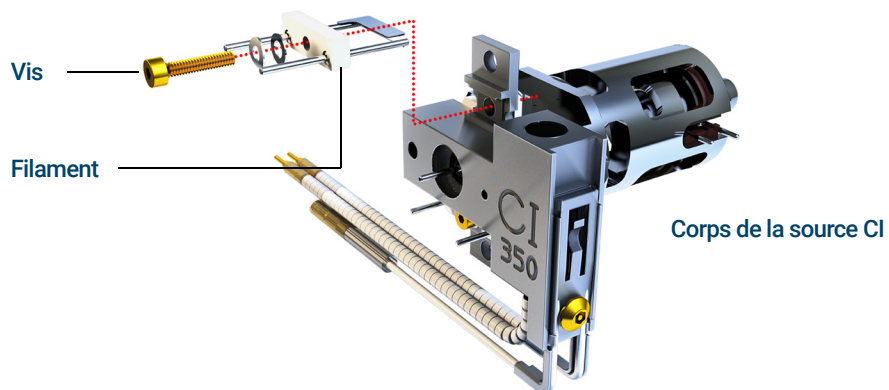

Figure 76 Changement du filament de la source CI
- 4 Retirer la vis maintenant le filament dans la source CI. (Voir **Figure 76.**)
- 5 Faire coulisser le filament hors de l'ensemble de la source CI. (Voir **Figure 76.**)
- 2 Placer le nouveau filament en position dans le corps de source d'ions. (Voir **Figure 76** page 251.)
- 3 Fixer le filament dans le corps de source d'ions avec la vis. (Voir **Figure 76** page 251.)